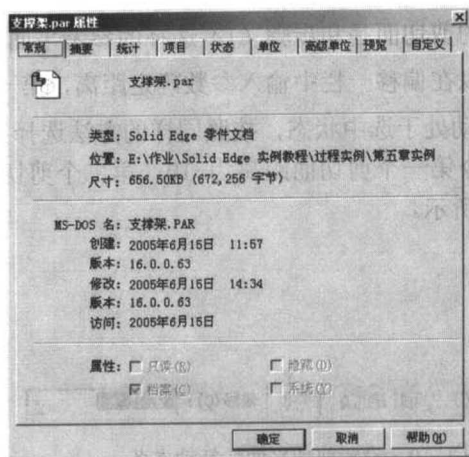

图 1-6 零件属性对话框
(5) 零件属性：访问所选文件的常规信息，可以复查并编辑下列文档信息：文档摘要、设计单位、预览、信息统计、定制信息、状态等，见零件属性对话框如图 1-6。这些零件的属性文档是在设计者对零件进行保存时编辑创建的，以更加详细地描述文件信息。